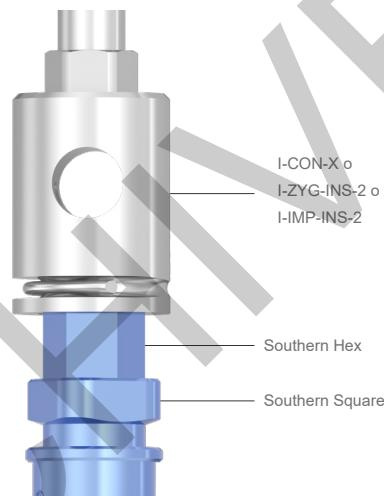
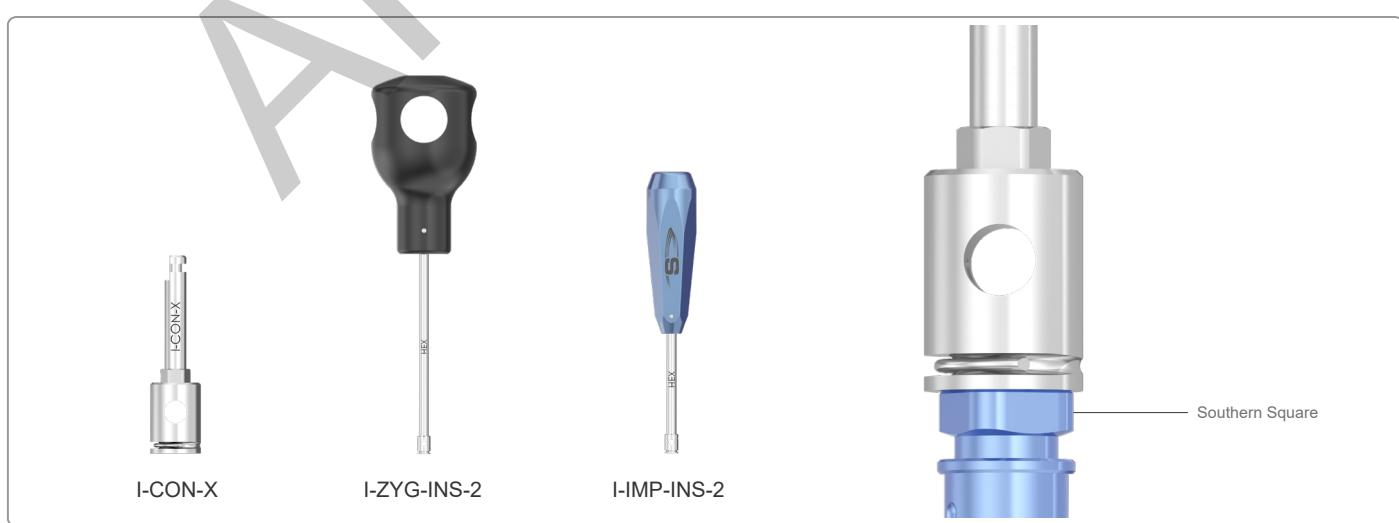

Imagen 2: No totalmente acoplado I-CON-X/I-ZYG-INS-2/I-IMP-INS-2
Imagen 3: Totalmente acoplado I-CON-X/I-ZYG-INS-2/I-IMP-INS-2
2. Asegúrese de que el I-CON-X o el ICONU-X/XS estén completamente acoplados, de acuerdo con la (*Imagen 3*). Si el I-CON-X o I-CONU-X/XS no están completamente acoplados, de acuerdo con la (*Imagen 2*), pueden producirse daños en la herramienta de inserción y/o en el soporte del implante.
El I-CON-X/I-ZYG-INS-2/I-IMP-INS-2 encaja en el Southern Hex del soporte de fijación. Esta ilustración muestra un soporte de fijación que no está completamente acoplado, no proceda. (*Imagen 3*) muestra el acople correcto.